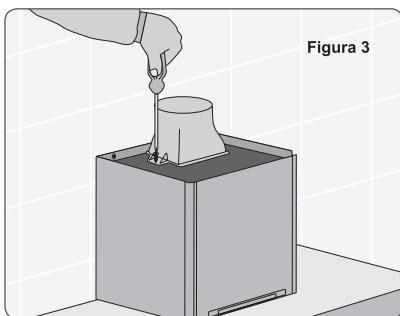

Figura 3
- 4 Fixe o suporte do duto na parte superior do corpo da Coifa (figura 3).
Fixe o duto ( $d=120\text{mm}$  - não fornecido), sobre o suporte fixado no passo 4 do modo exaustão (figura 3) e na outra ponta do duto fixe o recirculador T. Note que, neste caso, a saída lateral de ar da chaminé deverá estar alinhada com o recirculador T, para que a fumaça saia para fora da chamine, conforme figura 8.